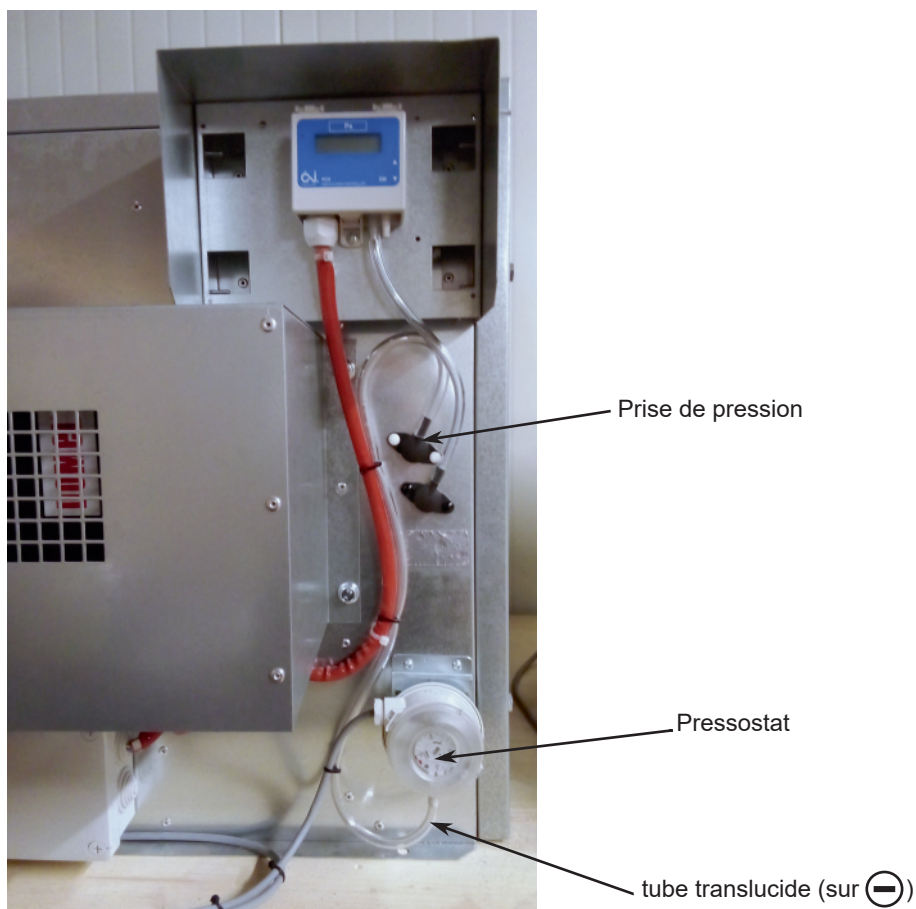

fig.3
- 1 - Fixez le pressostat à l'aide des vis fournies sous le VCH-A (fig.3).
- 2 - Fixer une prise de pression plastique Ø 7,3 mm avec les vis de fixation fournies sur les trous prévus à cet effet (fig.3).
- 3 - Raccordez le pressostat et la prise de pression en plastique à l'aide d'une longueur du tube translucide 2m Ø interne 6,2mm fourni sur le moins du pressostat (fig.3).